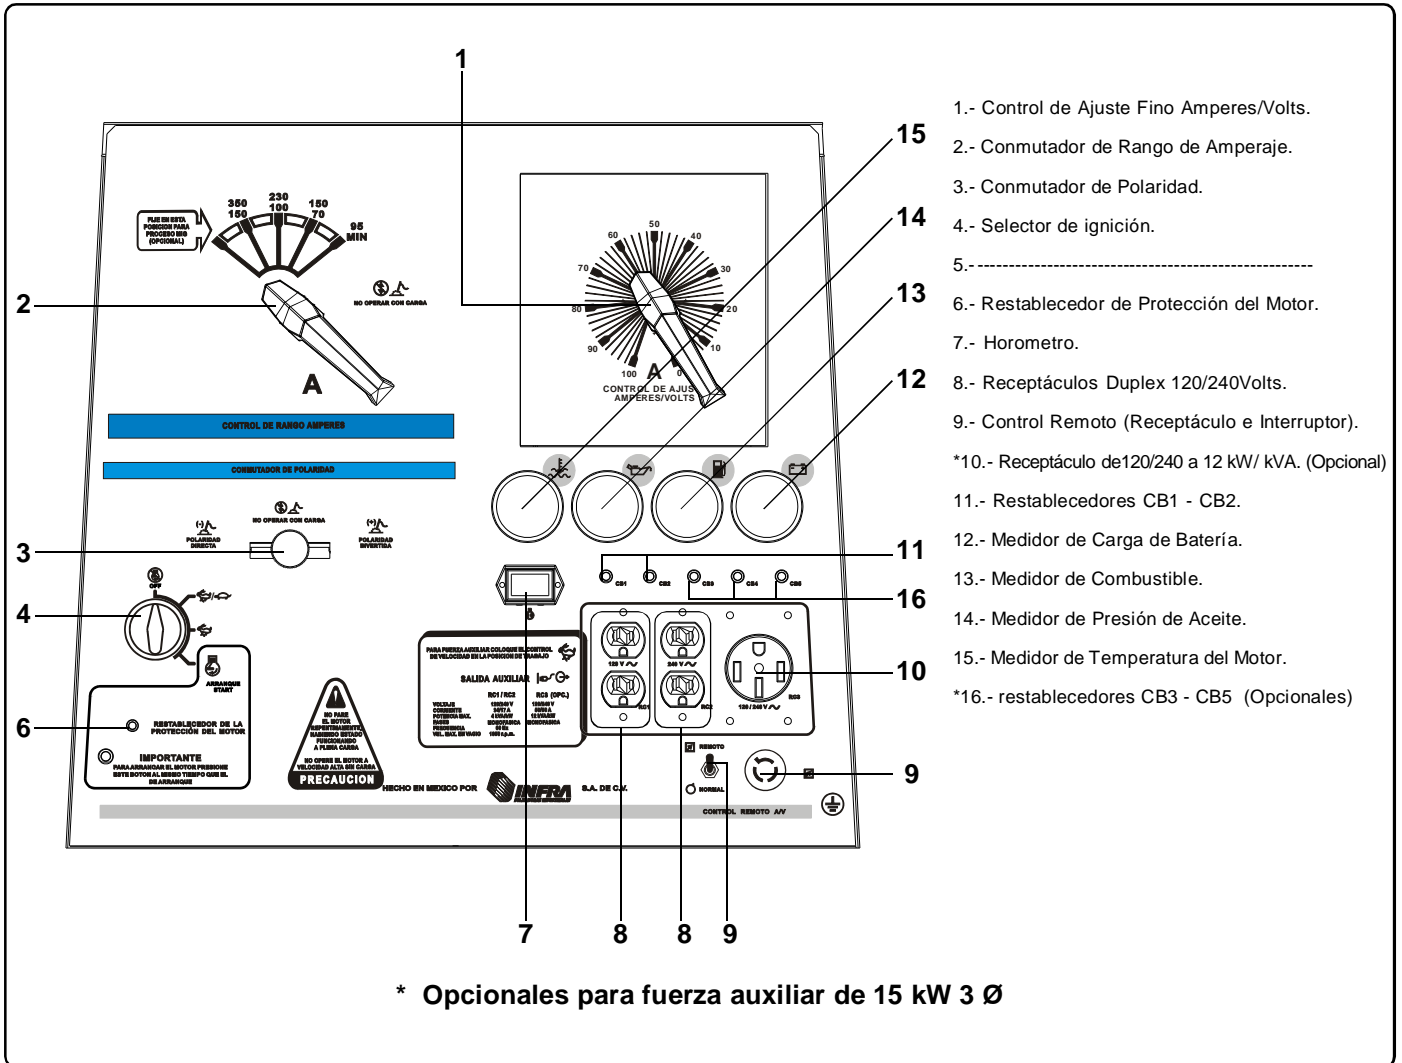

FIGURA 4-1. CONTROLES
-Ubique el control de ajuste fino Amperes/Volts (Ver figura 4-1 y 4-2) a 100.